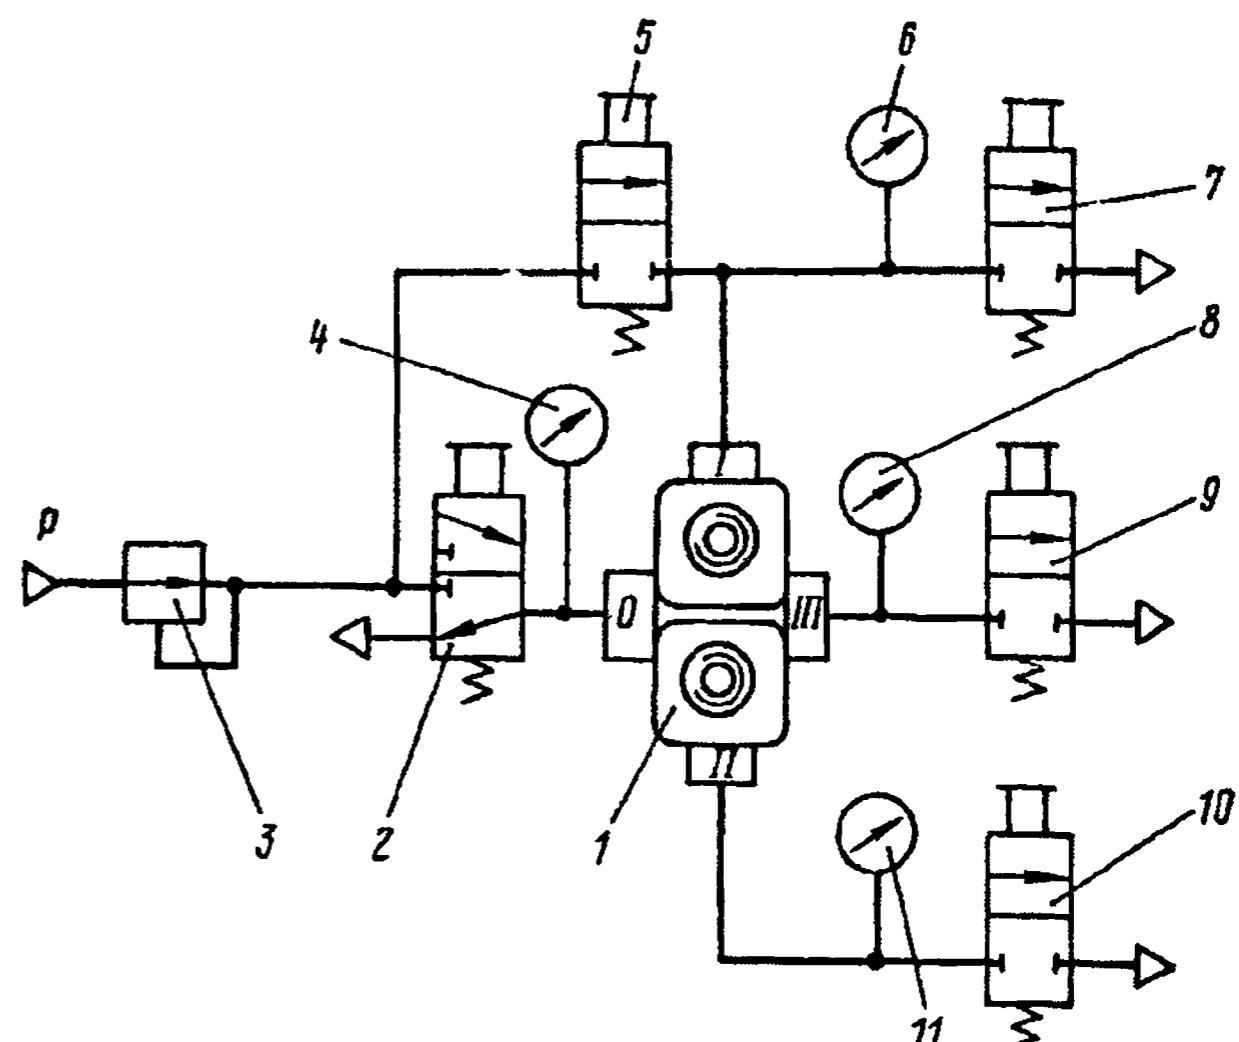
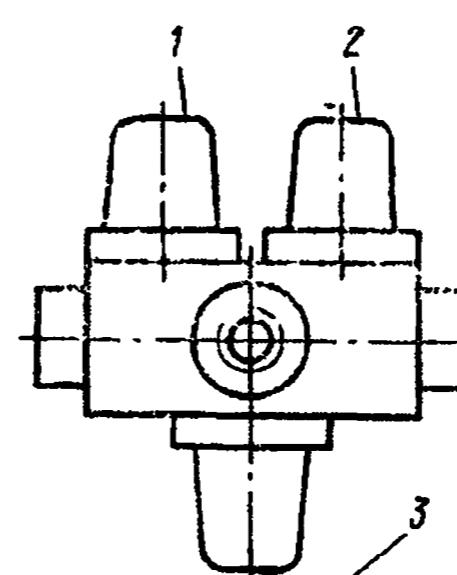

Рис. 304. Схема подключения тройного защитного клапана при проверке на работоспособность и герметичность:
Рис. 305. Расположение регулировочных винтов тройного защитного клапана:
1. Подключите клапан по схеме, изображенной на рис. 304, и снимите защитные колпачки.	1. Подключите клапан по схеме, изображенной на рис. 304, и снимите защитные колпачки.
2. Отрегулируйте работу контуров I и II. Включите кран 2. Установите редуктором на манометре 4 давление 549,4 кПа (5,6 кгс/см 2 ). Медленно выворачивайте регулировочный винт A (рис. 305) до тех пор, пока манометр 6 (см. рис. 304) не начнет показывать давление. Медленно выворачивайте регулировочный винт B (см. рис. 305) до тех пор, пока манометр 11 (см. рис. 304) не начнет показывать давление.	2. Отрегулируйте работу контуров I и II. Включите кран 2. Установите редуктором на манометре 4 давление 549,4 кПа (5,6 кгс/см 2 ). Медленно выворачивайте регулировочный винт A (рис. 305) до тех пор, пока манометр 6 (см. рис. 304) не начнет показывать давление. Медленно выворачивайте регулировочный винт B (см. рис. 305) до тех пор, пока манометр 11 (см. рис. 304) не начнет показывать давление.
4. Отрегулируйте работу контура III. Установите редуктором 3 на манометре 4 давление 499,8 кПа (5,1 кгс/см 2 ). Выключите кран 2, включите краны 7 и 10. Включите кран 5. Медленно выворачивайте регулировочный винт C (см. рис. 305) до тех пор, пока манометр 8 не начнет показывать давление.	4. Отрегулируйте работу контура III. Установите редуктором 3 на манометре 4 давление 499,8 кПа (5,1 кгс/см 2 ). Выключите кран 2, включите краны 7 и 10. Включите кран 5. Медленно выворачивайте регулировочный винт C (см. рис. 305) до тех пор, пока манометр 8 не начнет показывать давление.